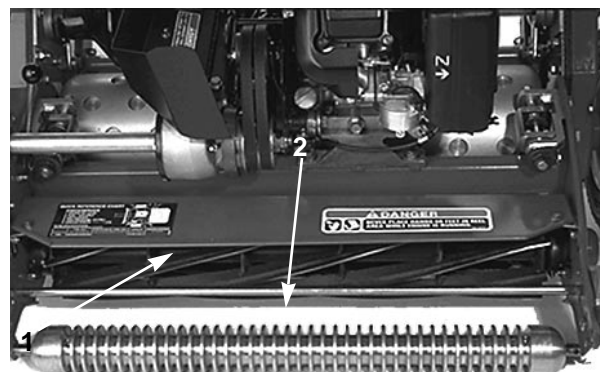

Fig. 10
1. Misurare la distanza tra la cima dell'asta di supporto anteriore e il bordo frontale del deflettore da ciascun lato dell'apparato di taglio (Fig. 10).